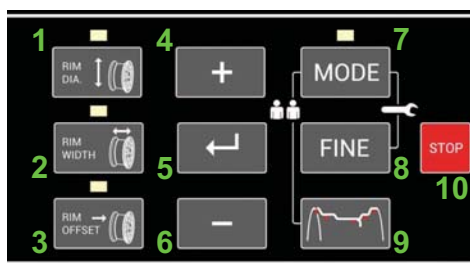

Figure 13a
Exemple pour **code C0 (Fig. 13a)**
- Appuyer sur la touche **STOP (10, Fig. 13a)** une fois pour revenir sur les codes C codes et une deuxième fois pour abandonner définitivement et revenir en mode opérationnel.